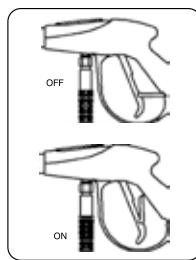

FIGURA 8.6
9. Suelte el botón de trabado de la pistola "ON" Destrabado, "OFF" Trabado (Figura 8.6).